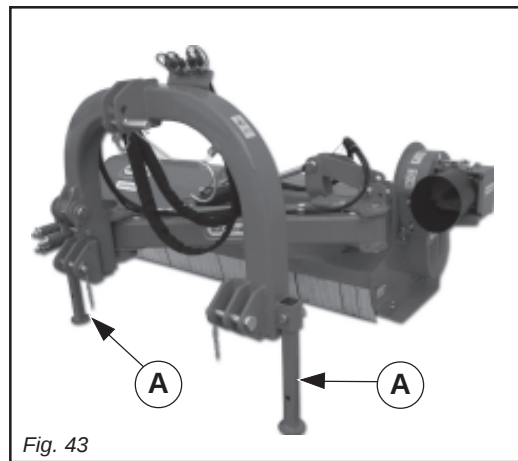

Fig. 43
- 2) Abbassare i piedini d'appoggio e renderli sicuri con perno e spinotto a scatto. (A Fig.43)
- 2) *Abaisser les pieds d'appui et les verrouiller avec l'axe et la goupille de sécurité. (A Fig.43)*
- 2) *Die Abstellfüßen senken und mit einem Bolzen und dazugehörigem Sicherungssplint absichern. (A Abb.43)*